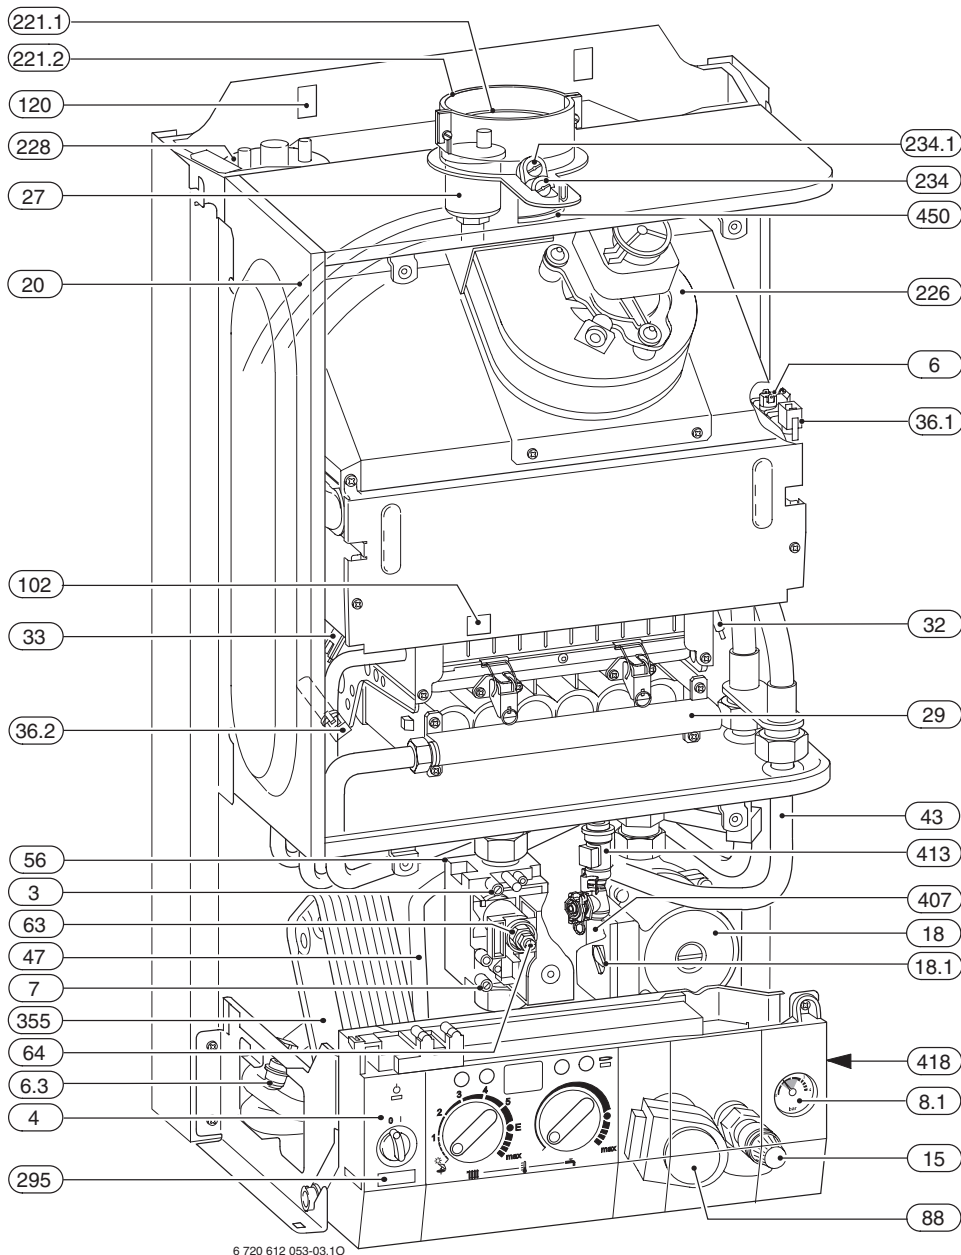

Fig. 2
L'etichetta informativa (418) si trova sulla traversa, in basso a destra (fig. 2) sulla quale è possibile rilevare le informazioni circa la potenza termica, il codice prodotto, il n° d'omologazione della caldaia e la data di produzione, codificata mediante numerazione «FD».